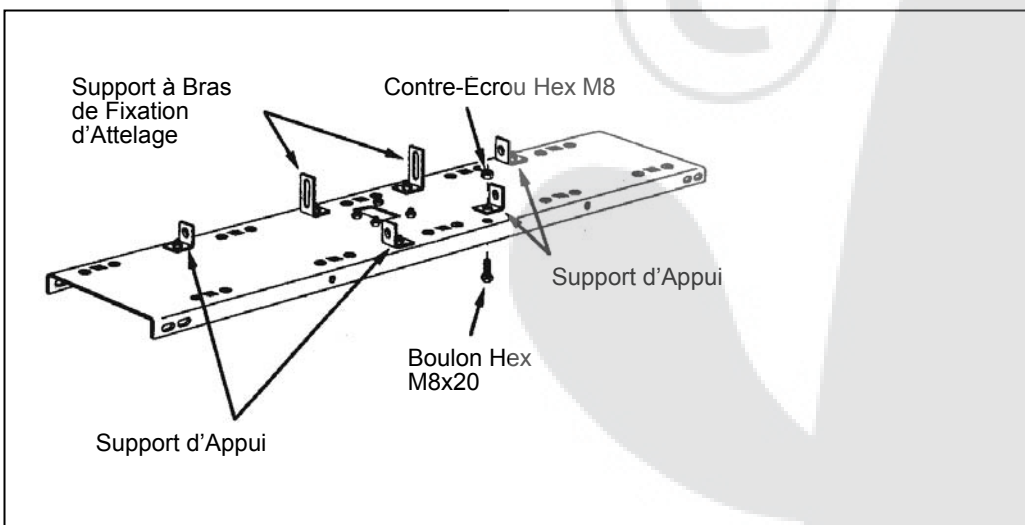

Figure 2
2. Tourner le bouclier à dents à l'envers. Voir Figure 2.
3. Assemblez deux supports à bras (grand) pour la fixation d'attelage et deux supports d'appui (courts) au fond du bouclier à dents. Fixez les supports aux quatre trous ronds à l'arrière du bouclier à dents à l'aide de quatre boulons hex (à tête hexagonale) M8x20 et écrous hex M8. Ne serrez pas encore. Voir Figure 2.
4. Assemblez deux supports d'appui aux trous ronds dans le fond du bouclier à dents à l'avant. Utilisez deux boulons hex M8x20 et des contre-écrous hex M8. Ne serrez pas encore. Voir Figure 2.